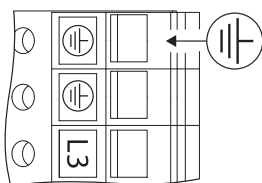

Fig. 26: Lisämaadoitus
- Lisääntyneen vuotovirran vuoksi on moottoreissa, joiden teho on yli 11 kW, liitettävä standardin EN 61800-5-1:2008-04 mukaisesti lisäksi vahvistettu maadoitus (katso Fig. 26).